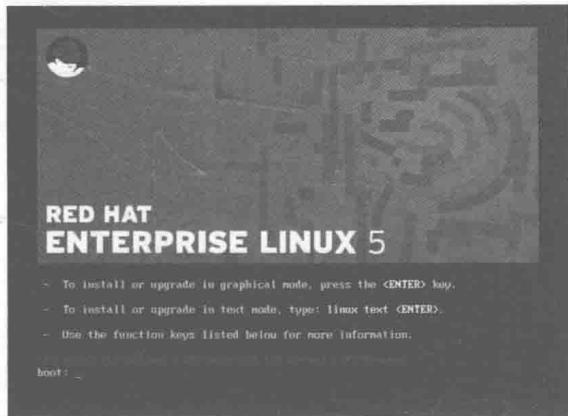

图 4-23 Linux 安装启动界面
(13) 在创建的虚拟机窗口，单击标题栏“VM”按钮，选择“Setting”，弹出界面中指定光驱 use iso image 的文件位置，为红帽企业版安装文件 rhel-server-5.5-i386-dvd.iso 的位置。
(14) 我们启动虚拟机，开始 Linux 安装，在如图 4-23 所示界面中，直接按下回车键（注意，鼠标指针在 Windows 下面和在 Linux 下面切换的组合键是 Ctrl+Alt），启动 Linux 的安装。